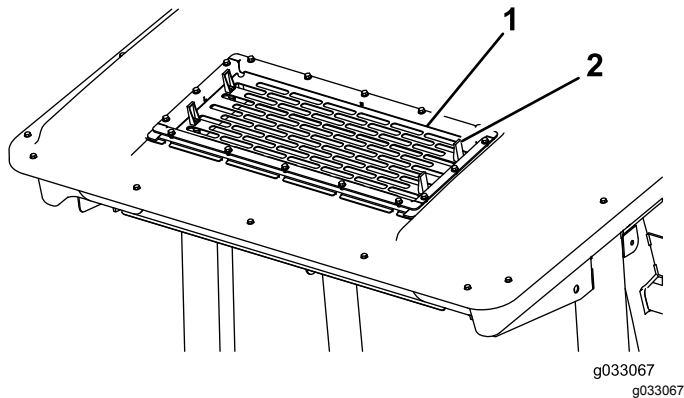

Figure 81
2. Soulevez les 4 languettes sur la grille de climatisation (Figure 81) et déposez la grille du sommet de la cabine.